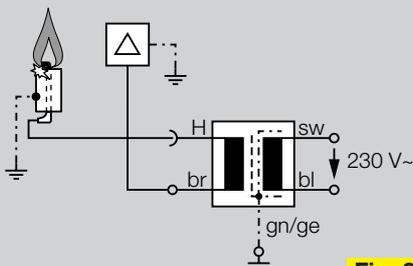

**Fig. 1**
-20 bis +60 °C (Fig. 1).
oder DB (Dauerbetrieb) siehe Fig. 1.
-20 to +60 °C (Fig. 1).
tion, see Figure 1.
от -20 до +60 °C (Fig. 1).
непрерывная работа (DB), см. Fig. 1.